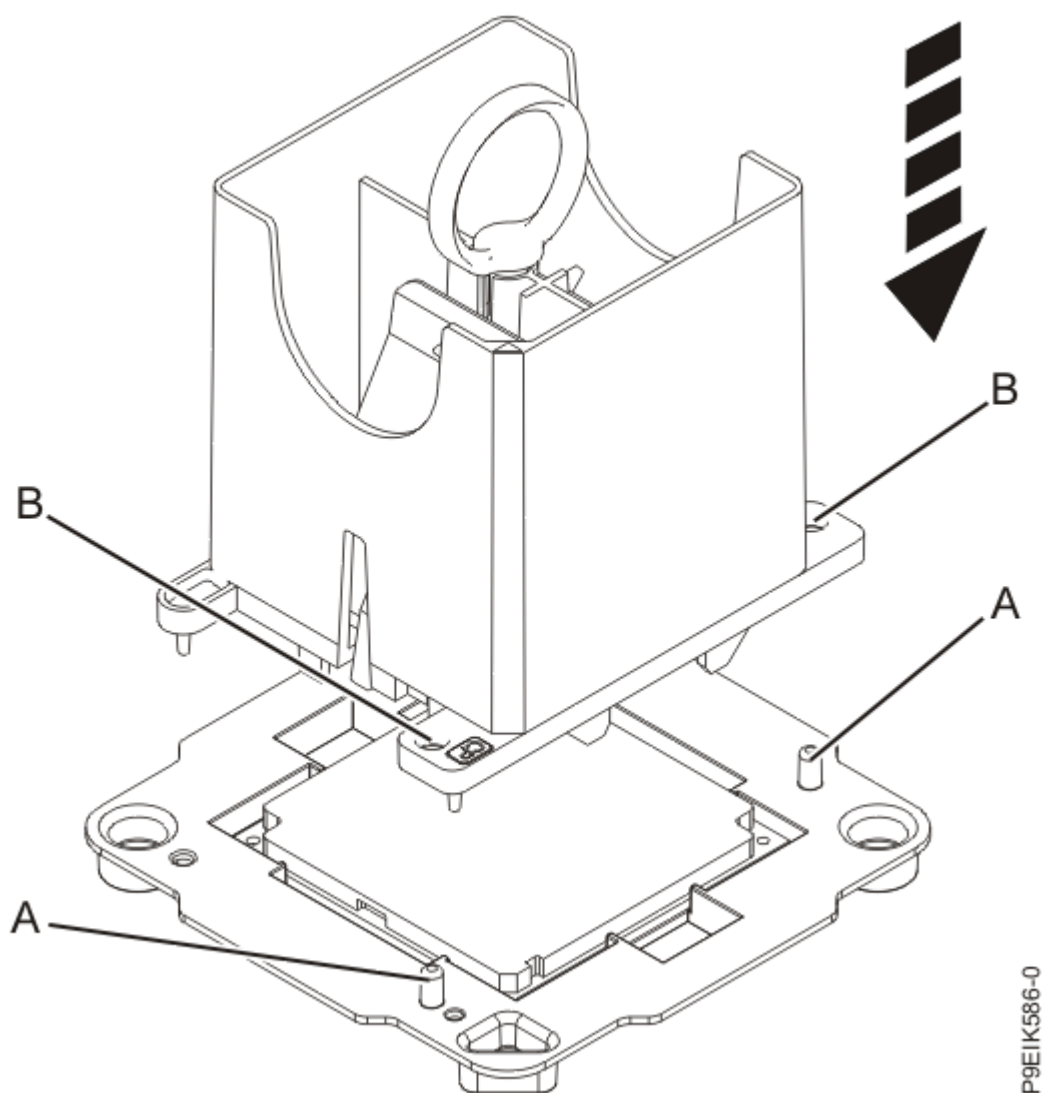

Figura 20. Abaixando a ferramenta de remoção no módulo de processador do sistema
- b) Abaixe a ferramenta sobre o módulo do processador do sistema, conforme mostrado em Figura 20 na página 23. Assegure-se de que a borda chanfrada na ferramenta esteja alinhada com a borda chanfrada do módulo do processador do sistema. Assegure-se de que os dois pinos guias **(A)** sejam inseridos nos orifícios de alinhamento **(B)** em cada lado da ferramenta.